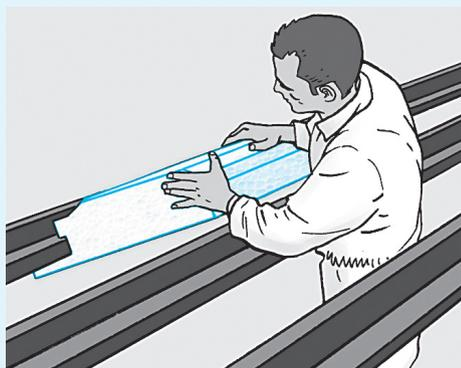

Fig. 1
1. Mettre en place les poutrelles selon le plan de pose (Fig. 1)